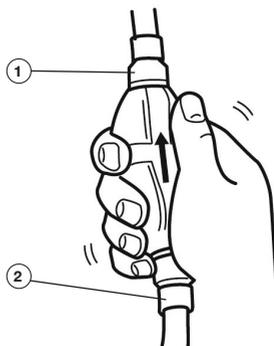

Рис. 28 Топливный насос
3. Нажимайте на топливный насос до тех пор, пока не почувствуете, что он заполнился (Рис. 28).